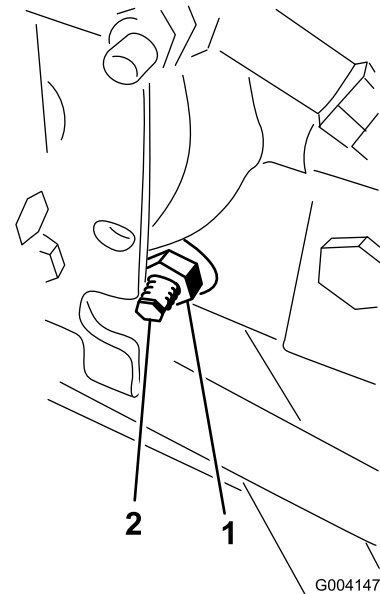

Bild 65
3. Lösen Sie rechts am Hydrostat die Sicherungsmutter an der Fahrtrieb-Einstellnocke (Bild 65).